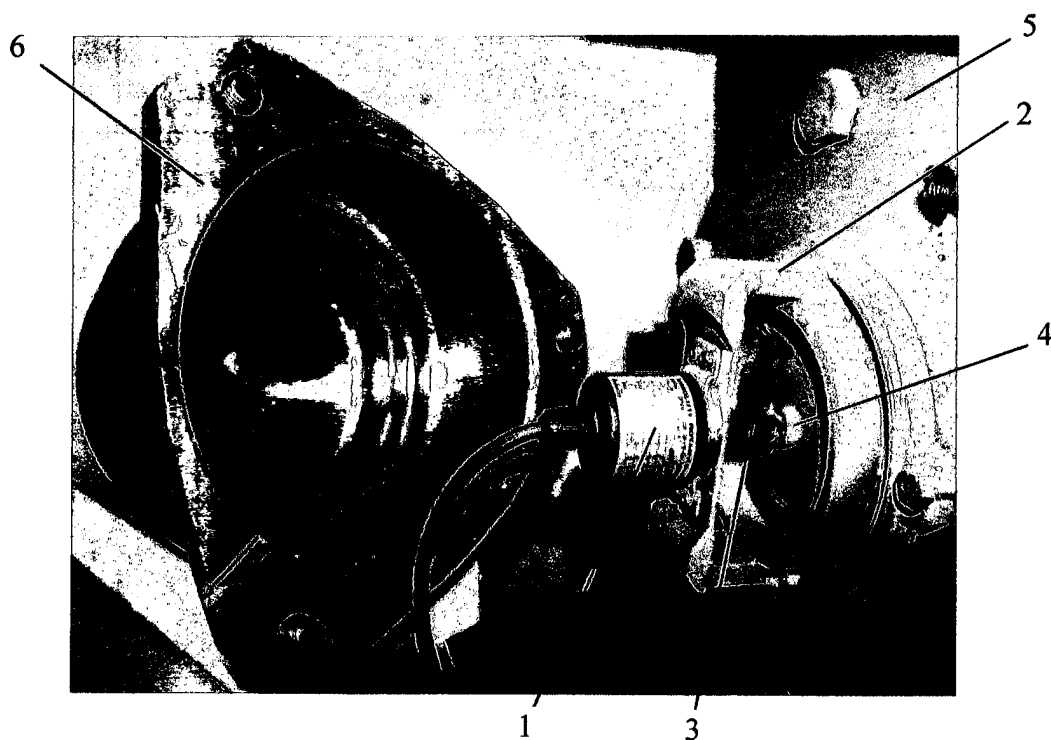

Рис.5.2 Крепление энкодера на механизме клапана.
5.2 Энкодер 1 (рис.5.2) крепится с помощью специального кронштейна 2 на механизме 5 клапана в зоне выхода вала редуктора и накрывается защитным кожухом 6. Ось энкодера 1 через муфту 3 и шпильку 4 соединена с валом редуктора клапана.